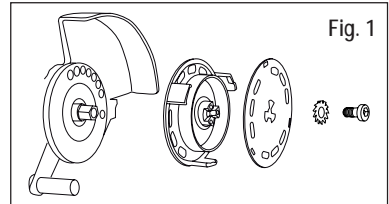
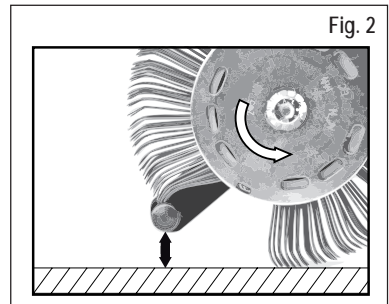

Fig. 1
Fig. 2
3. Afbryd tryklufforsyningen og fastgør så **MBX® Die Blaster®** bånd 11 mm korrekt med det tilsvarende holdesystem **AS012** (bemærk køreretning) og den dertil beregnede stjerneskeive og skrue på værktøjet. Se fig. 1 og fig. 2
- Anvendes et **MBX**® bånd i den forkerte omløbsretning? – Ret børstebåndet ind således, at det forløber i den foreskrevne retning (se kapitel 6, Ibrugtagning, fig. 2).